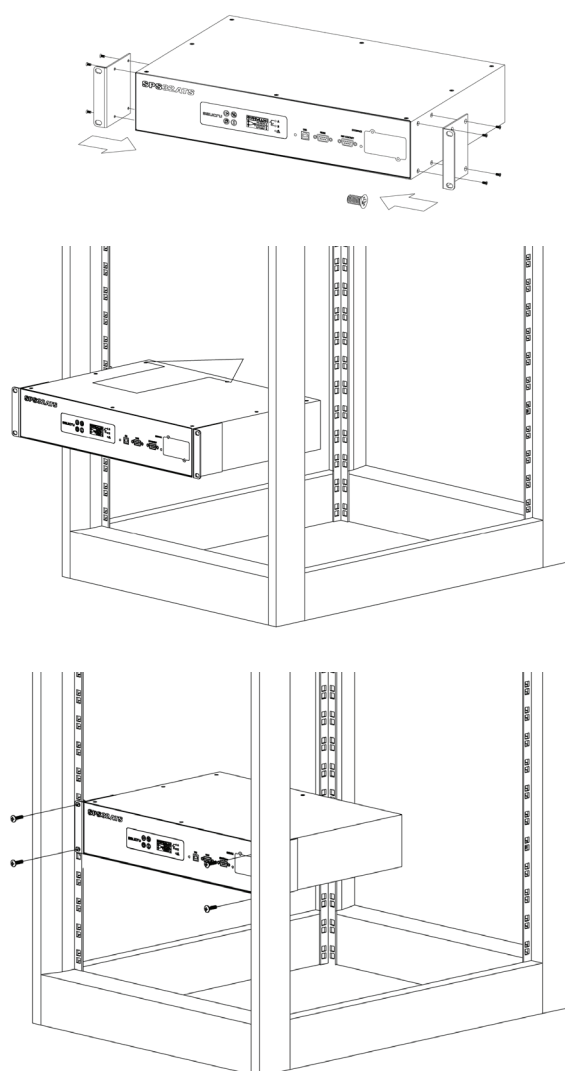

Fig. 4. Ejemplo de montaje del equipo en armario rack de 19".
- Operar del siguiente modo (ver Fig. 4):